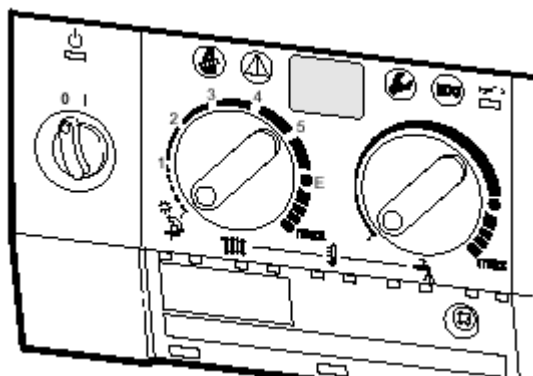

Figura 12
- Pentru protecția împotriva apei provenite prin stropire (IP), cablul trebuie protejat cu o protecție specială.
- ▶ Se deschide panoul de comandă, pagina 15, Figura 12 și 13.